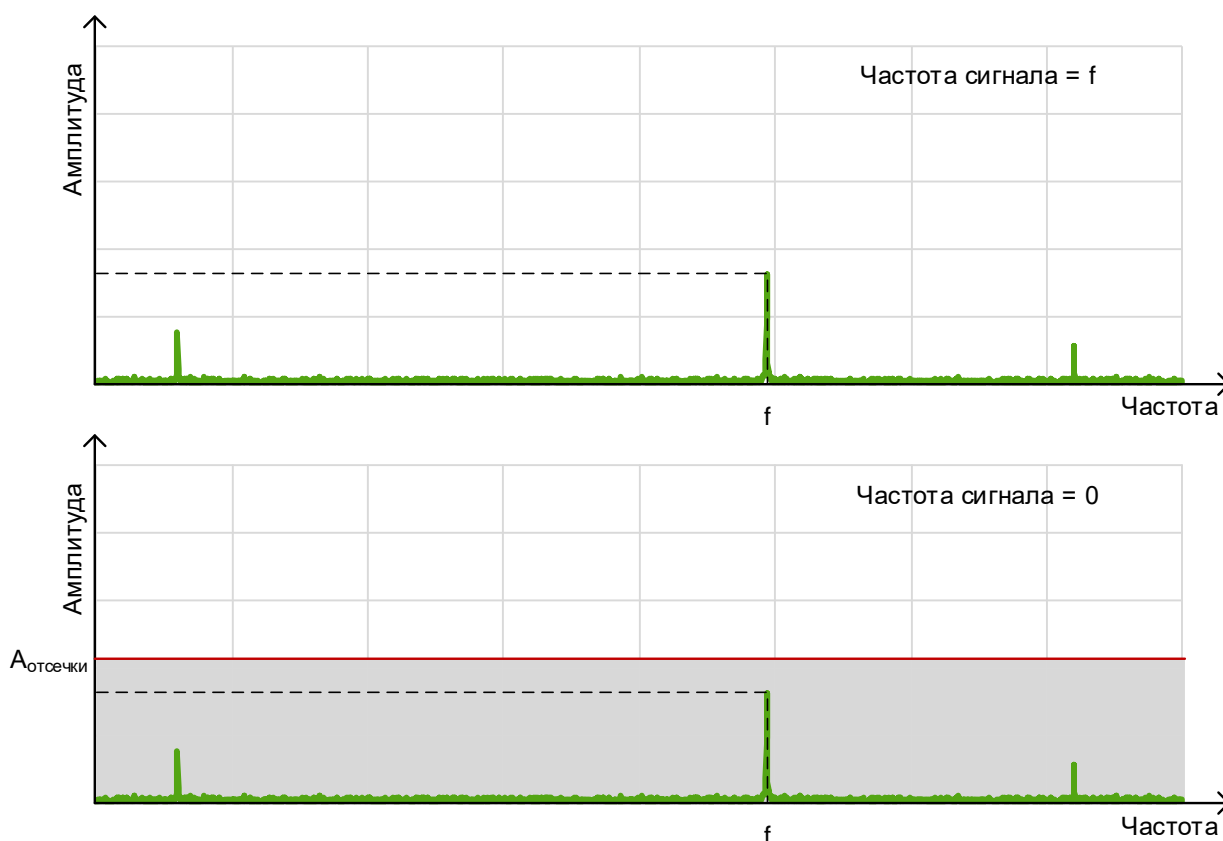

Рисунок 9.8 – Фильтр по амплитуде
**Фильтр по амплитуде** является защитой от шума (см. **рисунок 9.8**). Уровень сигнала зависит от параметров среды: температуры, давления и плотности. Чем выше давление и плотность, тем выше амплитуда сигнала, но при высоких значениях температуры уровень сигнала может быть ниже, чем при стандартных условиях. Если амплитуда высшей гармоники сигнала меньше установленного фильтра, то величина расхода приравнивается к нулю.